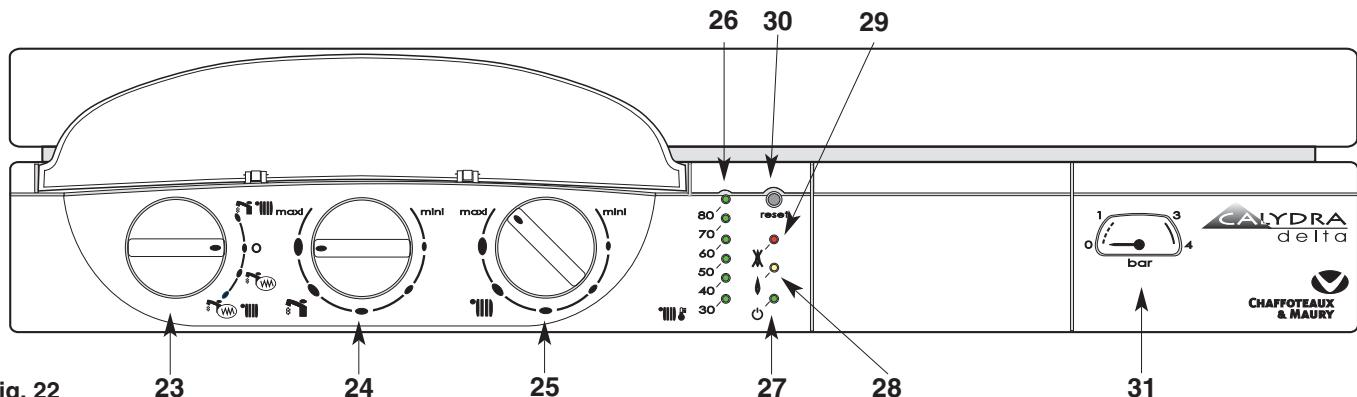

Fig. 22
Bevelbord (fig. 22)
- Plaats de schakelaar 23 (fig. 22) op stand  groen lampje 27 brandt ; het oranje lampje 28 (fig. 22) brandt telkens de brander in werking treedt.
De regelknop van de verwarming 25 «  » (fig. 22) geeft U de mogelijkheid om de temperatuur van het water van de verwarmingskring aan te passen in functie van het seizoen. Draai aan de knop 25 :
De indicator 26  (fig. 22) geeft deze temperatuur aan.
- Zet de schakelaar 23 op «O » het groene controlelampje 27 (fig. 22) blijft branden. De vorstvrij-functie van de ketel blijft actief.
- Plaats de schakelaar 23 op stand STOP O (doven van het groene lampje, 27 fig. 22)
Niet vergeten deze terug te openen bij het begin van het verwarmingsseizoen, wanneer men de schakelaar 23 (fig. 22) op stand  plaatst.